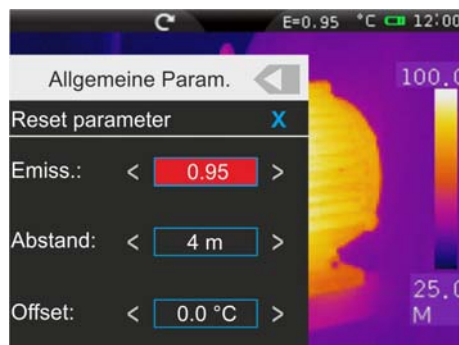

Abb. 36: Einstellung der allgemeinen Parameter
2. Stellen Sie die Werte der allgemeinen Parameter “Emission”, “Abstand” und “Offset” (siehe § 5.2.2.5) für den zu messenden Gegenstand durch Berühren der entsprechenden Felder ein (siehe Abb. 36).